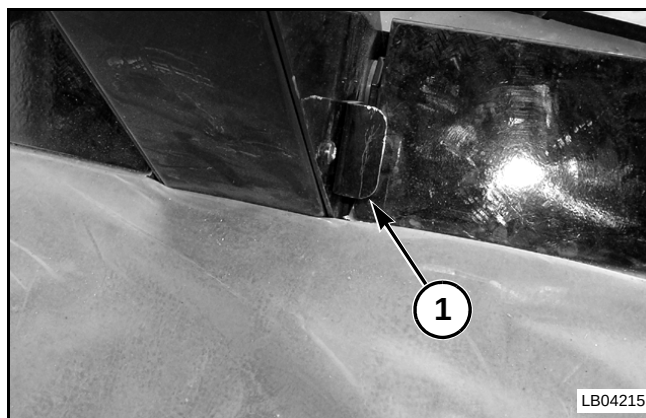

FIG. 8
FIG. 8: La columna de dirección puede girarse a una de entre cinco posiciones. Para pivotar la columna de dirección, pulse y mantenga pulsado el pedal (1) en el lado derecho de la base de la columna de dirección. Coloque la columna de dirección en una posición de trabajo adecuada. Suelte el pedal para bloquear la columna de dirección en posición.